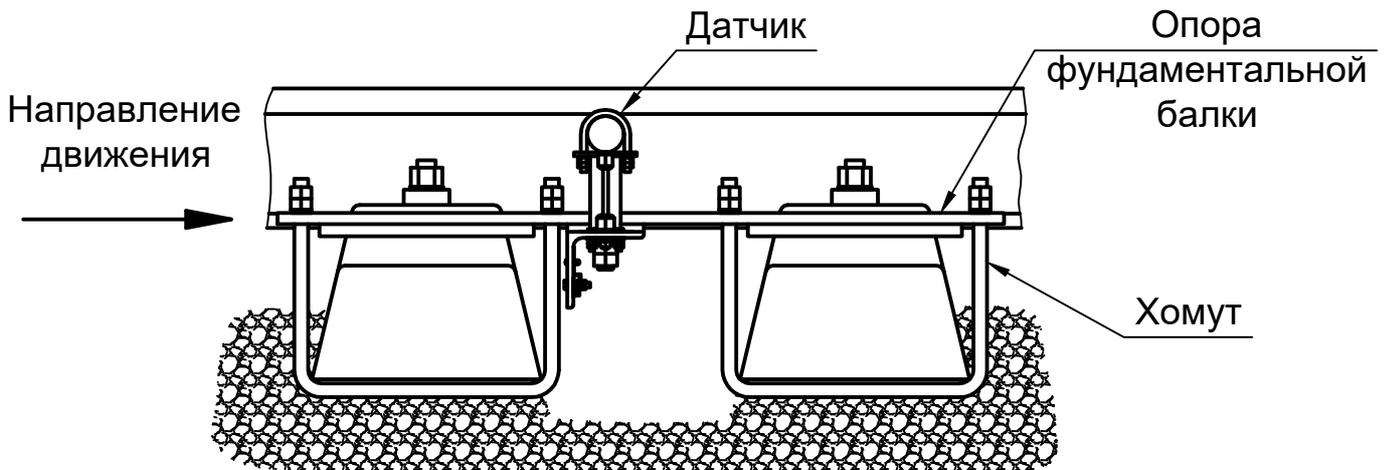

Рисунок 2
- 2.2.5 Повернуть фундаментальную балку с датчиками в вертикальное рабочее положение и закрепить её на опоры (см. рис.2 приложения 1). Зазор между фундаментальной балкой и подошвой рельса регулировать при помощи регулировочных шайб и пластин.